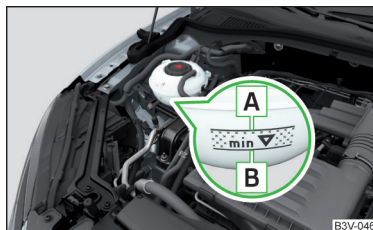

Fig. 326
Verificar el estado del líquido refrigerante - el líquido refrigerante tiene que estar entre las marcas **A** y **B** » fig. 326. Si el estado del líquido refrigerante está debajo de la marca **B**, rellenar el líquido refrigerante.
La **especificación** del líquido refrigerante se encuentra en el depósito de compensación del líquido refrigerante » fig. 326.
- No rellene el depósito de líquido refrigerante por encima de la marca **A** » fig. 326. El servicio oficial puede ser presionado por el calentamiento del sistema de refrigeración - Existe el peligro de un daño de las partes del vano motor.